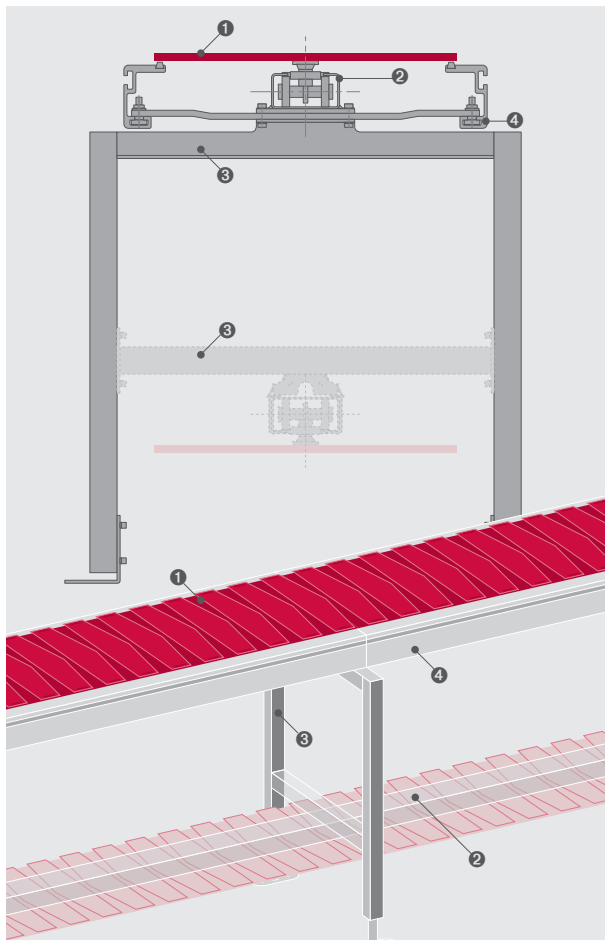

Abbildung 3.1.1 – Förderbahn auf Standardstützen mit Last- und (optionalem) Leertrum (hier gezeigt: Version PS)
Das Fördergut wird von einer Plattenkette (1) getragen, die rollend in einem Kanal (2) gelagert ist. Der Kanal ist auf Stützenrahmen (3) oder Auslegern befestigt. (Abb. 3.1.1)